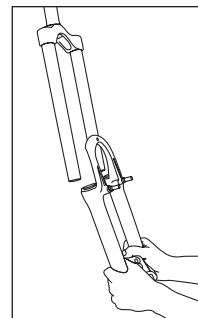

Fig. 7
- Ziehen Sie die einteilige untere Baugruppe (s. Abb. 7) ab. Weiteres Öl läuft hierbei aus den unteren Röhren aus. Entfernen Sie die Gabelboots der Judy C, XC oder XLC Gabeln.